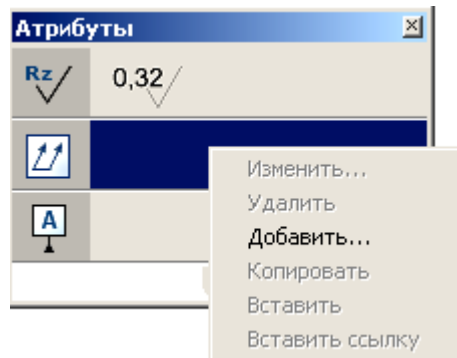

Рисунок 8.3
3. В списке доступных для данного геометрического элемента атрибутов выберите двойным щелчком мыши требуемый элемент оформления, либо выполните команду **Добавить...** из контекстного меню для этого элемента оформления (см. Рисунок 8.3).